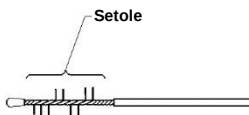

Figura 2 Setola mancante (divario)
2. Ispezionare lo scovolino cercando eventuali Danni e/o manommissioni. Vedi figura 2 – 7. L'ispezione è sotto la responsabilità dell'utilizzatore. La presenza di setole danneggiate o di qualsiasi altra parte danneggiata può rovinare l'endoscopio in modo serio.